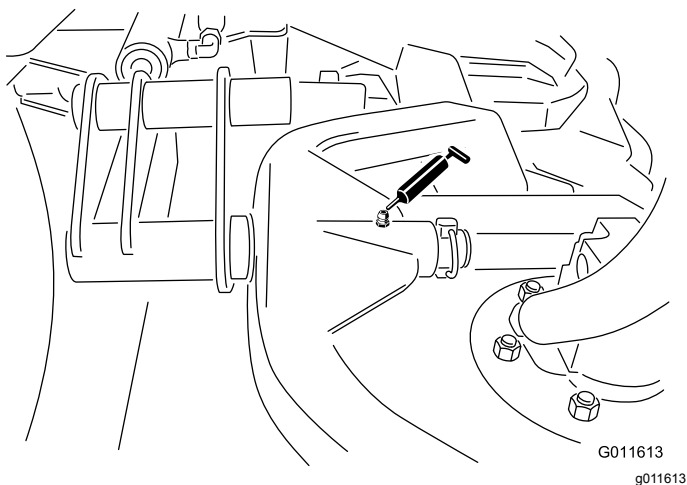

Bild 47
- Mähwerkträgerrahmen und Drehzapfen (1 Stück) (Bild 47)